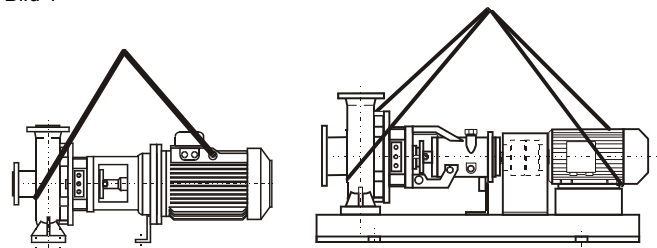
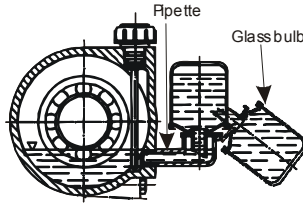

Bild 1: Transport
Bild 3: Öler
Heben und transportieren das Pumpen-Motor Aggregat, siehe das Bild 1
- wenn der Halter den Öler hat, drehen die Glasbirne um und gießen Sie Öl in die Pipette, bis sie das Niveau erreicht, wie im Bild 3 angezeigt: füllen Sie die Glasbirne und setzen Sie diese in die senkrechte Stellung. Prüfen Sie, daß das Niveau der Glasbirne konstant bleibt. Die Ölartern angezeigt in Bild 1 sind gültig für Temperaturen -10° und 120° C.